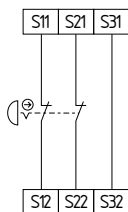

Fig. 11
**Circuito per arresto di emergenza a due canali con dispositivi di comando secondo EN ISO 13850 e EN 60947-5-5 (vedere Fig. 11)**